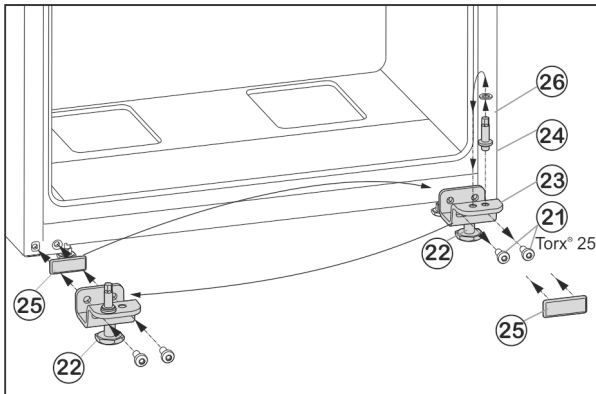

Fig. 7
- ▶ Bevestigingsbouten *Fig. 7 (21)* losschroeven.
- ▶ Lagerbok onder *Fig. 7 (23)* volledig met lagerbouten *Fig. 7 (24)*, schijf *Fig. 7 (26)* en stelvoet *Fig. 7 (22)*, verwijderen.
- ▶ Lagerbouten *Fig. 7 (24)* volledig met schijf *Fig. 7 (26)* losschroeven, terugplaatsen in het tegenoverliggende opnamegat van het lagerbok en weer vastschroeven.
- ▶ Afdekplaat *Fig. 7 (25)* voorzichtig verwijderen en terugplaatsen op de andere zijde.
- ▶ Lagerbok onder *Fig. 7 (23)* volledig met lagerbouten *Fig. 7 (24)*, schijf *Fig. 7 (26)* en stelvoet *Fig. 7 (22)* weer op de nieuwe scharnierzijde evt. met behulp van een accuboormachine **vastschroeven (met 4 Nm)**.
- ▶ Onderste deur van bovenaf op scharnierpen *Fig. 7 (24)* plaatsen.
- ▶ Stelpoot *Fig. 7 (22)* van onderste scharnierblok *Fig. 7 (23)* eruit draaien, tot deze de vloer raakt.